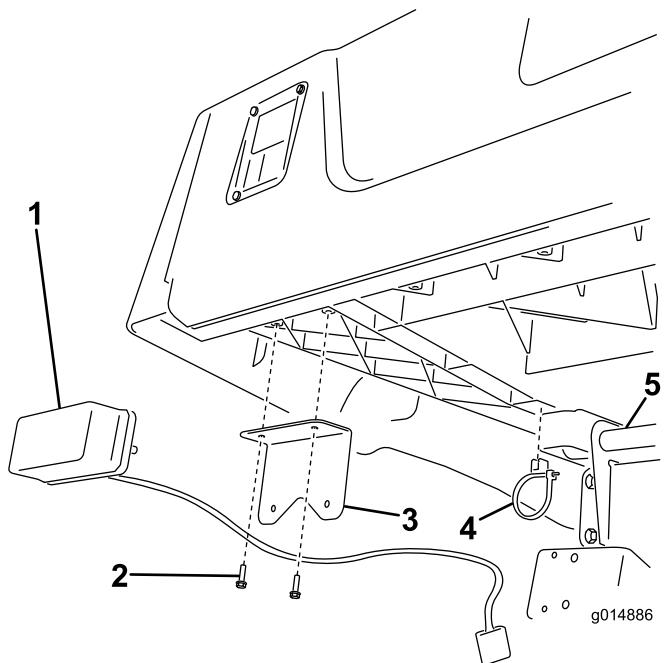

図 14
- 各ライトブラケットを取り付ける; ねじ (#10-3/4 インチ) 2本を使用する(図 14)。
- テールライトをブラケットに取り付ける; オレンジ色のランプが機体の外側を向くように取り付けること(図 14)。
- 図 14 に示すように、ケーブルタイ・クリップを荷台の左右のリブに取り付ける。
- ライトから出ているワイヤを、クリップについているケーブルタイを通して荷台のピボットチューブまで配設する(図 14)。